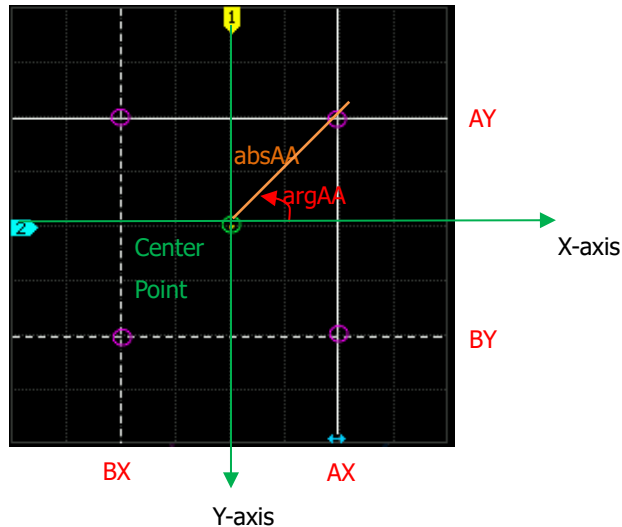

Abbildung 6-1 XY Definition Cursor-Messwerte
- absAA: = Die Sehnenlänge der Kreuzungspunkte der Cursor AX und AY relativ zum Mittelpunkt. Der Mittelpunkt ist der Schnittpunkt der X- und Y-Achse. (siehe Abbildung Abbildung 6-1).